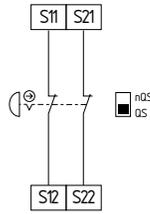

Fig. 9
**Circuit d'arrêt d'urgence à 2 canaux avec organes de commande selon ISO 13850 et IEC 60947-5-5 (Fig. 9)**